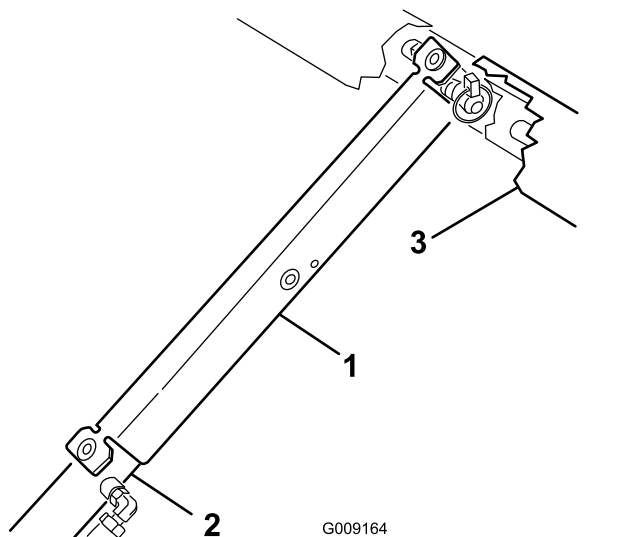

図 15
10. サポートをシリンダロッドにはめ込み、サポートの端部でシリンダパレルの端とシリンダロッドの端を確実に支える 図 15。